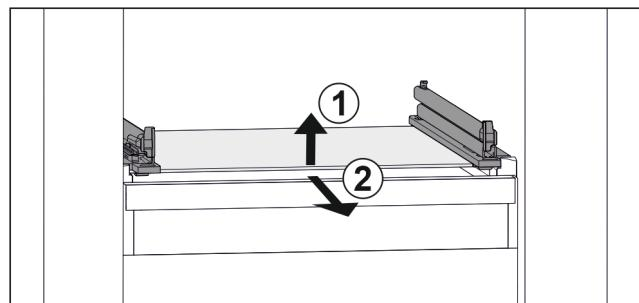

Fig. 114 Simbolična slika steklene plošče
- Stekleno ploščo dvignite v smeri naprej. Fig. 114 (1)
- Stekleno ploščo odstranite v smeri naprej. Fig. 114 (2)